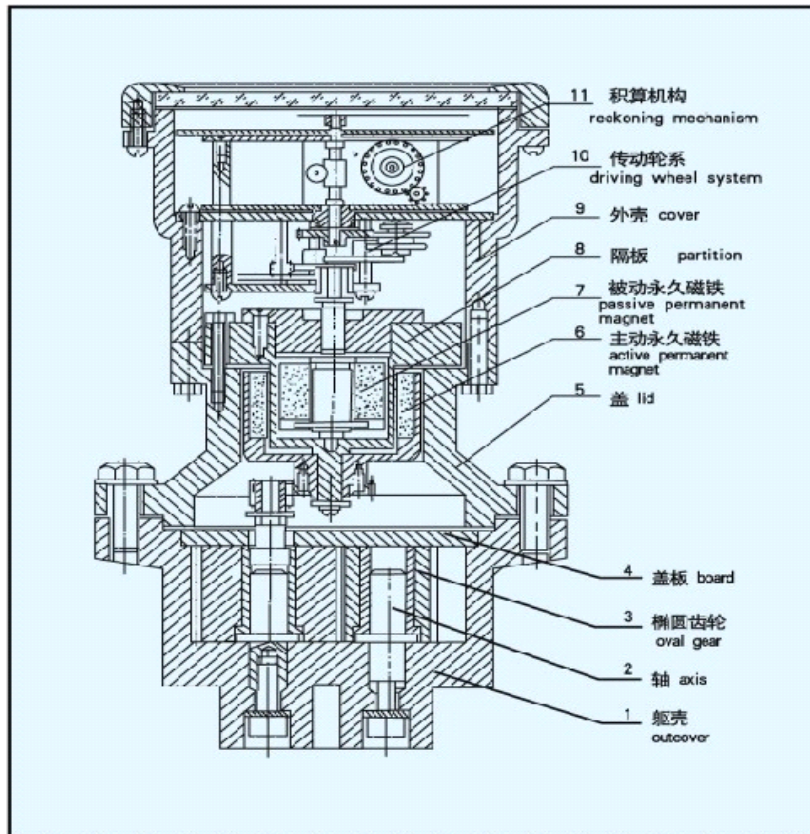
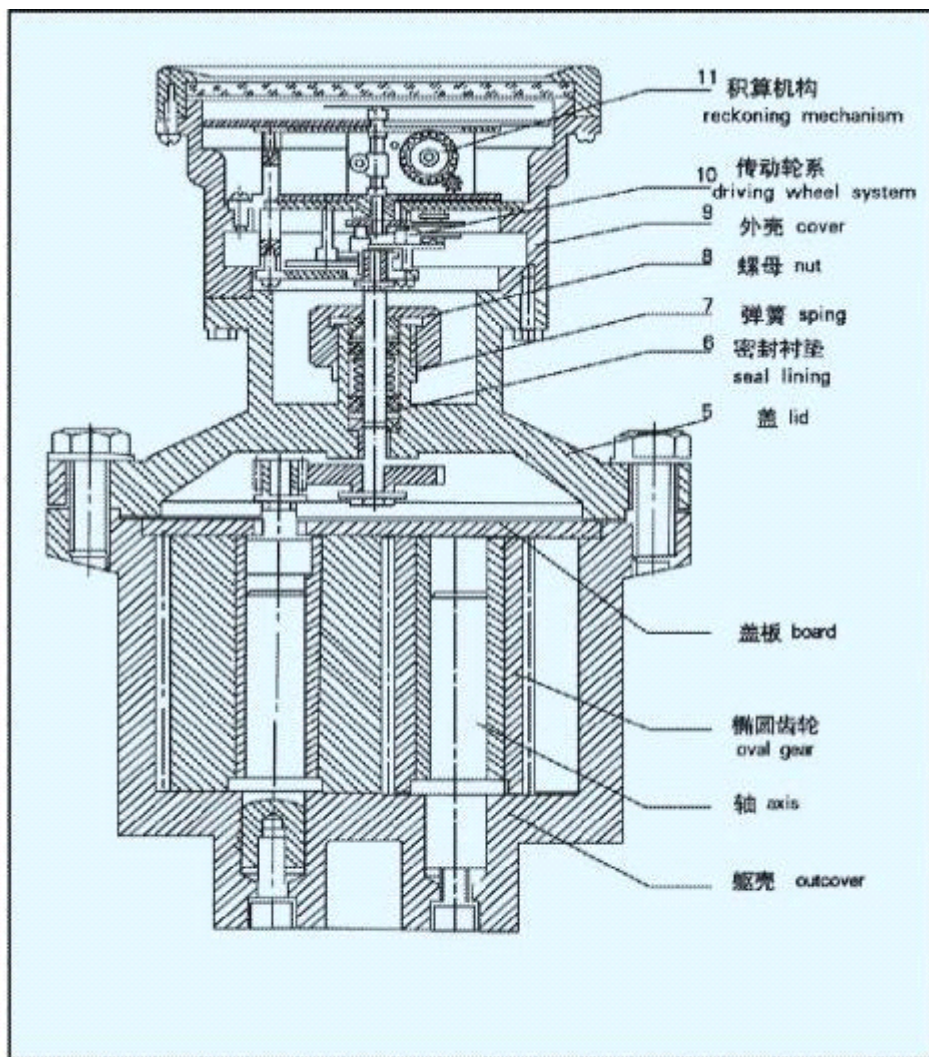

图 2 LC型流量计永久磁铁传动结构图
图3 LC型流量计聚四氟乙烯密封传动结构图
**1、计量室：**仪表躯壳①(图 2、图 3，以下同)由铸铁制成，它的内腔与盖板④组成测量室。测量室内有两根不锈钢轴②，一对椭圆齿轮③就套在轴上，靠流量计进出口处的压力差推动而旋转，从而不断地把进口处的液体经新月形空腔计量后送到出口处，每旋转一周，累计出四倍新月型空间的体积。椭圆齿轮与测量室内壁的间隙很小，仅几十微米，以减少仪表的泄漏量。
**2、密封机构：**仪表的测量室是封闭的。小口径流量计采用永久性磁性密封机构(见图 2)：由隔板⑧将主动永久磁铁⑥、被动永久磁铁⑦分开。该结构灵敏度高，密封可靠；大口径流量计采用聚四氟乙烯塑料作填料密封(见图 3)：通过调节螺母③来改变弹簧⑦的压缩量，使密封衬垫⑥伸张，达到密封目的。该结构比较简单，调整方便。